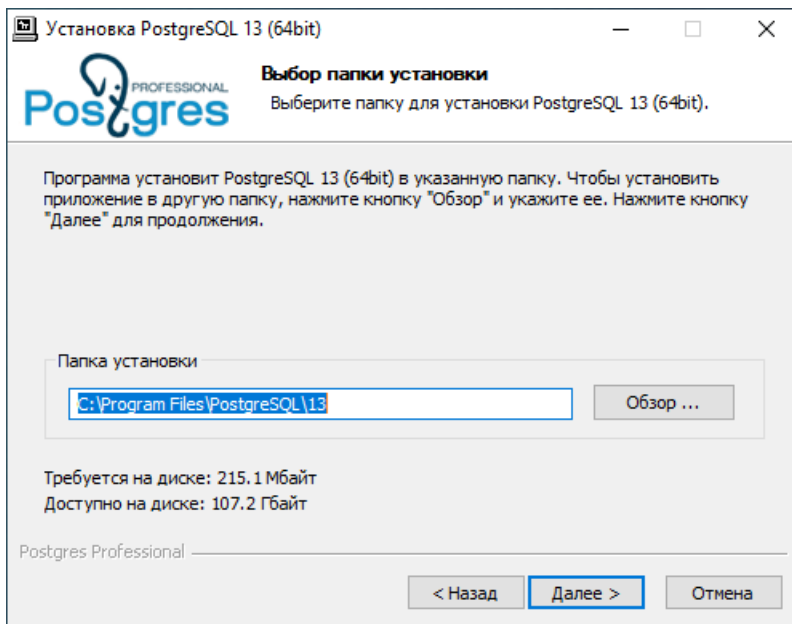

Рисунок 5 - Выбор папки установки PostgreSQL
6. Выберите директорию для установки PostgreSQL (по умолчанию это *C:\Program Files\PostgreSQL\13*) и нажмите **Далее** (Рисунок 5).